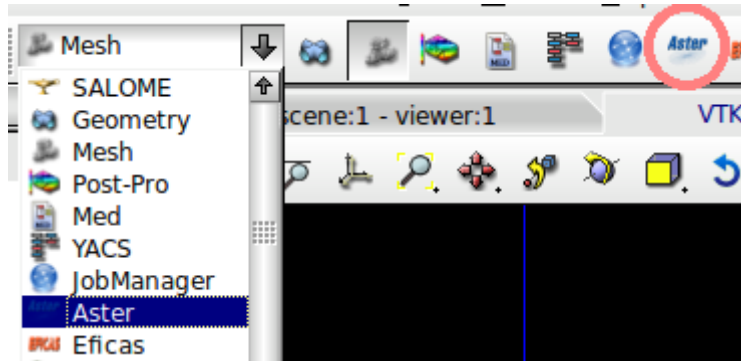

図 17 Aster
①Mesh→Aster を選択するか図 17 の赤丸で示す部分を選択して[Aster]モードに変更する。